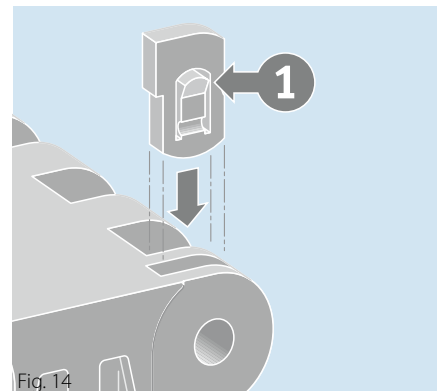

Fig. 14
Tagliare a misura il perno di giunzione e inserirlo negli occhielli della cerniera. Su entrambi i lati del nastro, inserire la clip nel modulo con la molla di fissaggio (1) verso l'esterno (Fig. 14).